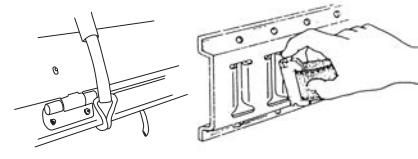
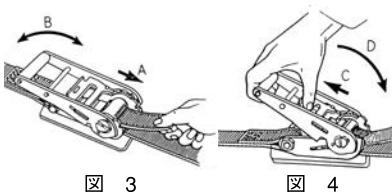

図 1 図 2
図 3 図 4
- ① 端末金具(Jフック)を、指定の位置にかけて下さい(図1参照)。Eクリップの場合は、図2の様にEクリップの金具を真っ直ぐにして、人差し指で中央のピンを手前に引きながら取り付けレールの穴上端に差し込み、Eクリップ下部が取り付けレール穴下端に接触するまで押し下げて下さい。その位置で人差し指を離すと、取り付ける事が出来ます。取り外しは、上記手順と逆です。
- ② 固定側ベルトの長さが調整可能な商品は、パックル部を利用して適当な長さに調整して下さい。
- ③ 巣取側ベルトを巻取部(巻取ドラムの隙間)に通し(初めから通してある商品はそのまま)、図3の様に矢印のA方向に引いて、ベルトの緩みを取って下さい。その後ラチェットハンドルを、矢印のBの方向に上下(前後)させて、ベルトを巻き取って下さい。
- ④ ベルトの巻き上げ完了後、ラチェットハンドルを図3の状態になるまで、完全に倒して下さい。